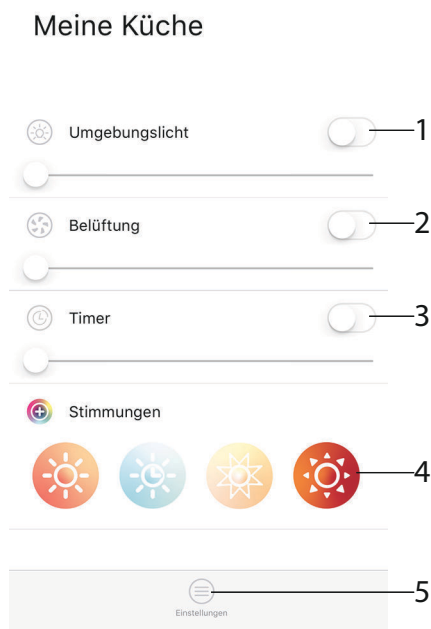

Abb. 25
- Schalten Sie den Ein-/Ausschalter ein, um das Umgebungslicht einzuschalten (Abb. 25/1). Sie können die Beleuchtungsstärke mit Hilfe des Schiebereglers unter der Schaltfläche anpassen.
- Klicken Sie auf (Abb. 25 / 1), um das Umgebungslicht-Untermenü aufzurufen.
- Klicken Sie auf das Symbol, um die Belüftung Ihrer Haube zu aktivieren (Abb. 25/2). Sie können die Saugstärke mit Hilfe des Schiebereglers unter der Schaltfläche anpassen.
- Sie können auf das Untermenü zugreifen, indem Sie auf das Lüftungstext klicken (Abb. 25 / 2)